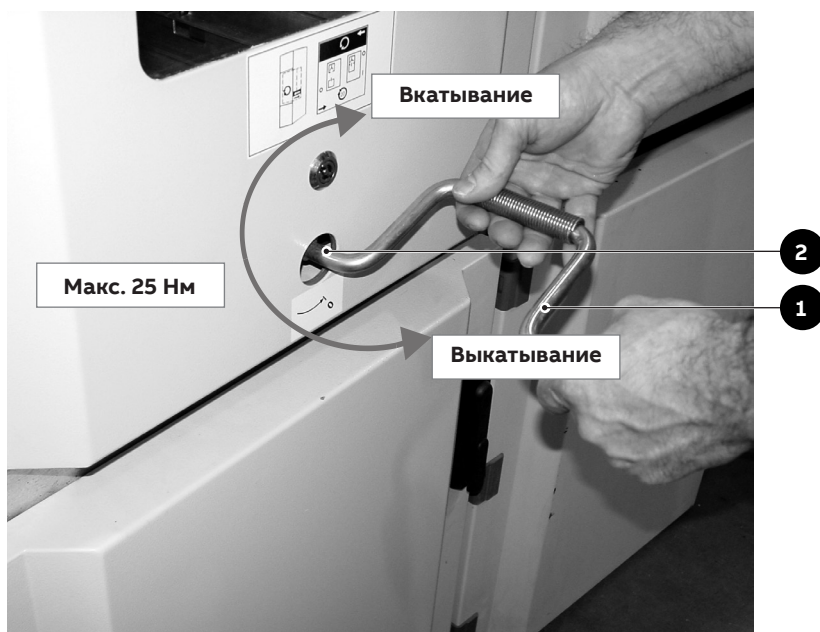

Рис. 9
Для вкатывания/выкатывания из шкафа вставьте до конца ручку (1) (рис. 9) в специальное гнездо (2) и вращайте его по часовой стрелке для вкатывания и против часовой стрелки для выкатывания, до положения конца хода. Вкатывания и выкатывание выключателей должны быть плавными, чтобы избежать ударов, которые способны деформировать механические взаимоблокировки и концевые выключатели.